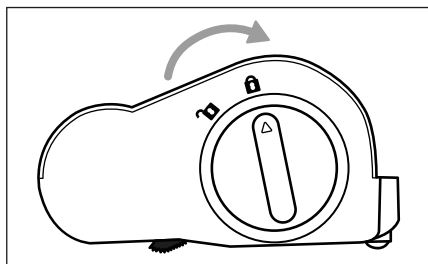

Fig. 25
- 5) Inserire il rullo a spazzola 19 nella spazzola per pavimenti 20 e ruotare lo sblocco del rullo a spazzola 18 in direzione del simbolo  (chiudere) (vedere fig. 25).